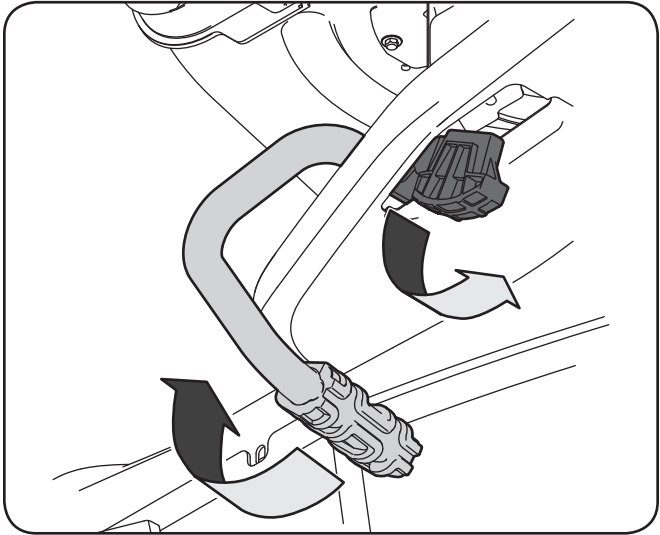

Figure 5-2
3. Pour vous déplacer en MARCHÉ ARRIÈRE, assurez-vous qu'il n'y a pas d'obstruction derrière vous, puis appuyez lentement sur la pédale d'accélérateur avec la plante de votre pied (et pas votre talon) jusqu'à l'obtention de la vitesse désirée. Voir la Figure 5-2.